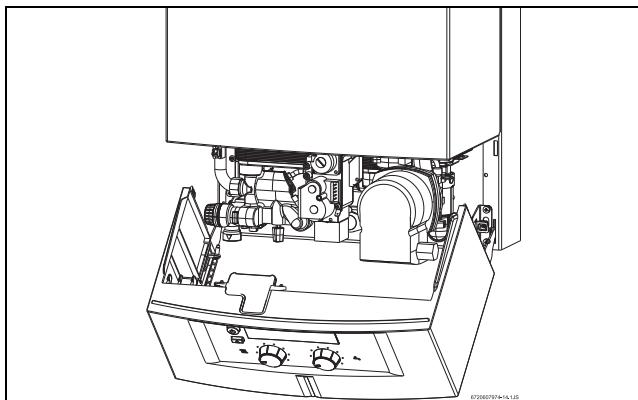

Рис. 24 Сервисная позиция для регулирования газа
- ▶ Перевести панель управления в сервисную позицию (см. рис. 24).